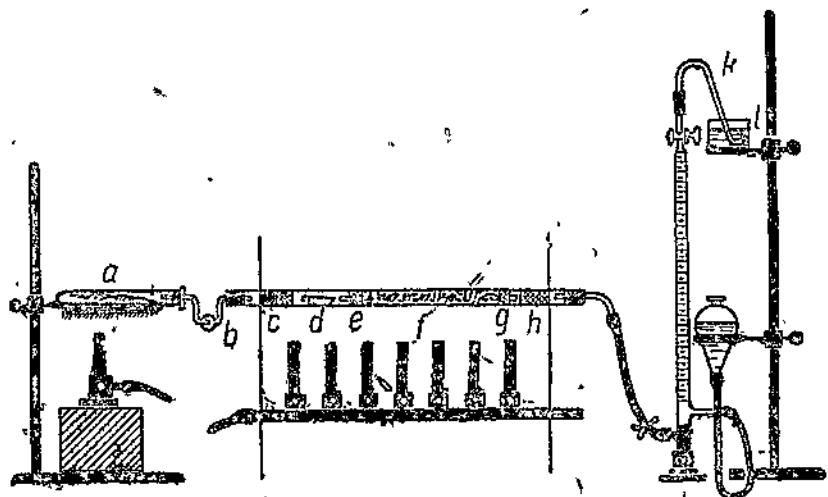

Рис. 71. Определение азота по Дюма.
2. Трубка для сожжения (рис. 71) снаряжается точно так же, как и при определении C и H в азотсодержащих веществах, т. е. слой окиси меди сокращается на 10 см, а короткая колбаска гдвигается на глубину не 5, а 15 см. Снаряженная трубка прокаливается в токе воздуха, как это уже было описано выше (восстановленная колбаска вставляется только перед самым сожжением), а после прокаливания тушатся горелки.